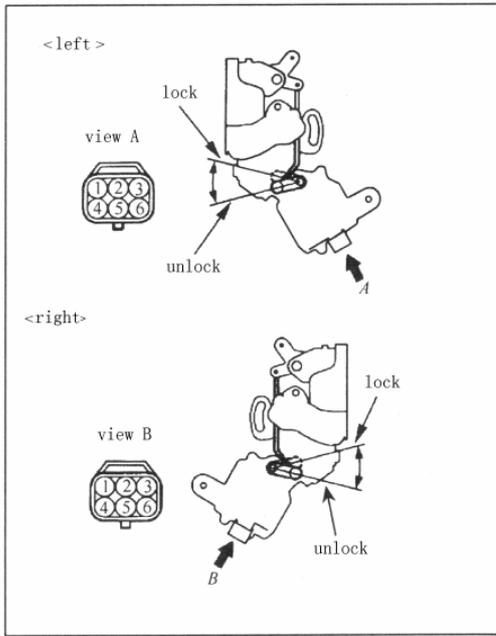

Fig. 20—123
6. Rear door latch administrator, see Fig. 20—123、Table20—75、Table 20—76。